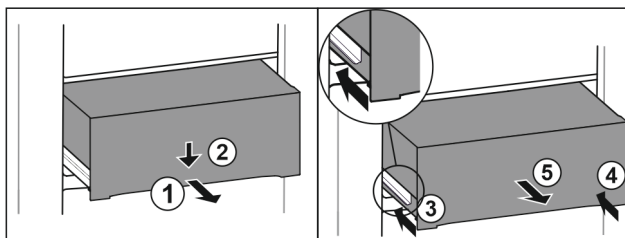

Fig. 106
- Extrageți pe jumătate sertarul. Fig. 106 (1)
- Apăsăți în jos sertarul pe partea frontală. Fig. 106 (2)
- Inserați șina stângă aproximativ 2 cm. Fig. 106 (3)
- Inserați șina dreaptă aproximativ 2 cm. Fig. 106 (4)
- Extrageți sertarul spre înainte. Fig. 106 (5)